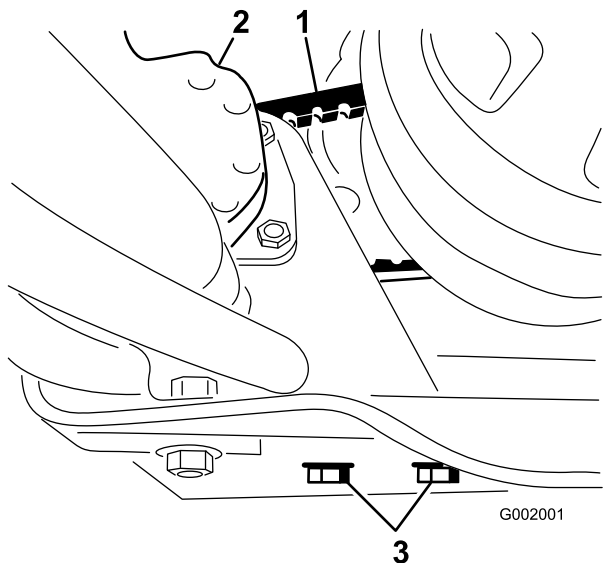

Figure 66
2. Desserrez les boulons de fixation de la pompe de direction (Figure 66).